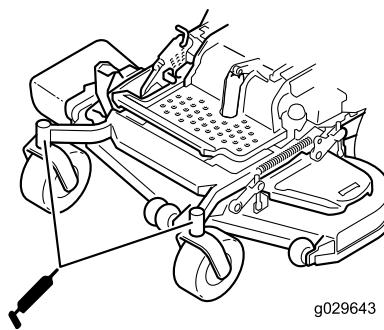

Bild 50
6. Drehen Sie die Sechskantschraube und Staubkappe wieder ein (Bild 50).
- Fetten Sie die Laufradlager ein (Bild 50).